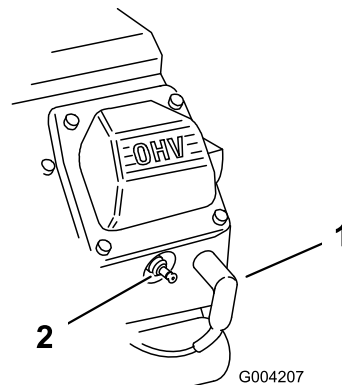

图 46
- 将电线拉离火花塞图 46。
3. 将电线压到火花塞上图 46。